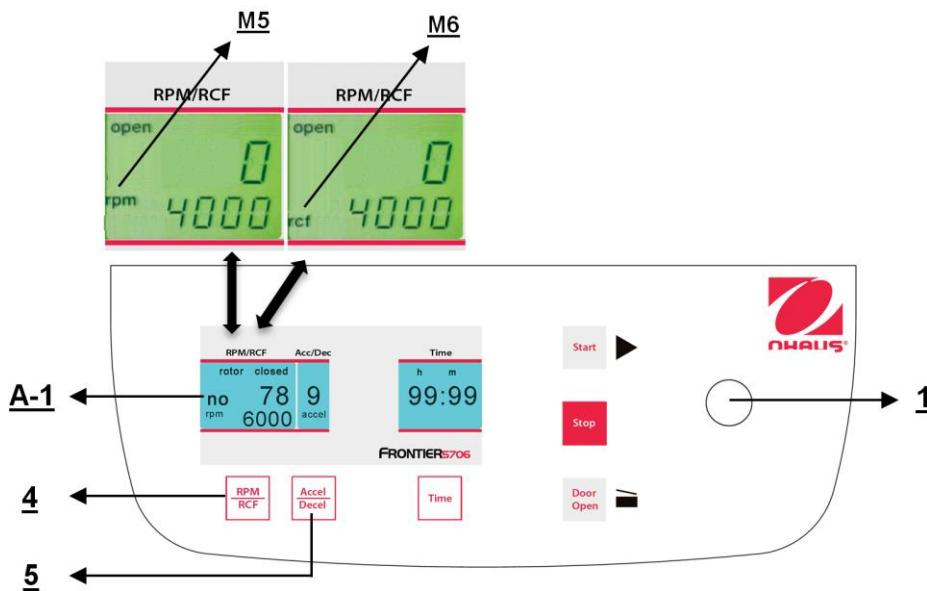

Figura 19
Esta preselección se activa con el botón **RPM | RCF** (4) (consulte la Figura 19 enseguida). Al presionar el botón una vez, destella la palabra **rpm** (M5). Al presionar el botón dos veces, se puede seleccionar la preselección de las fuerzas centrífugas. Entonces aparece la palabra **rcf** (M6). Puede configurar los valores deseados con la perilla de ajuste (1). En la pantalla (A-1) aparece permanentemente el valor regulado, antes, durante y después de la operación.